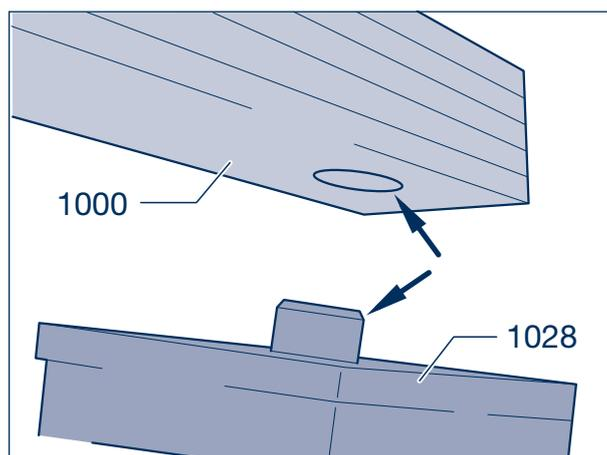

Figure 8
- [18] La cheville au niveau du patin de fixation (1028) doit s'insérer dans l'orifice de fixation extérieur de la lame de ressort inférieure (figure 8 / flèches).